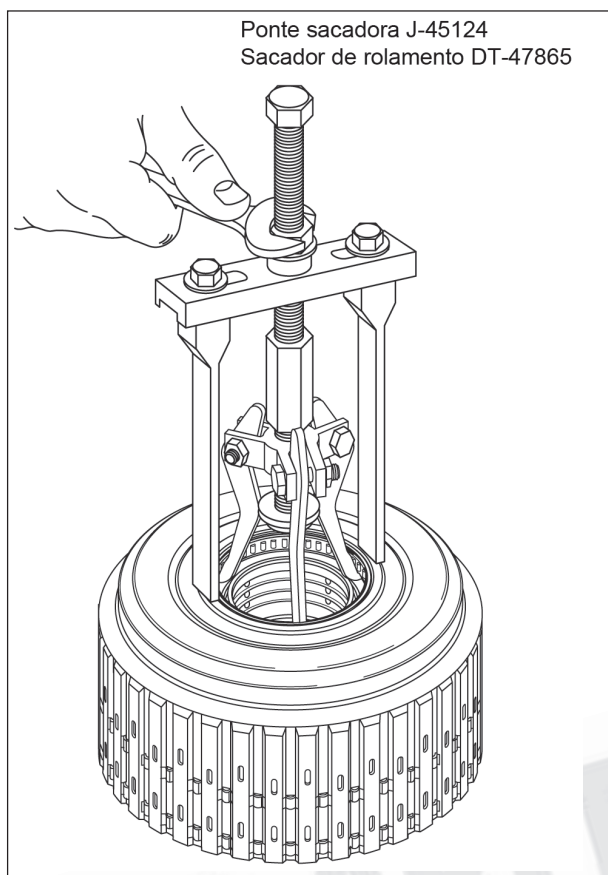
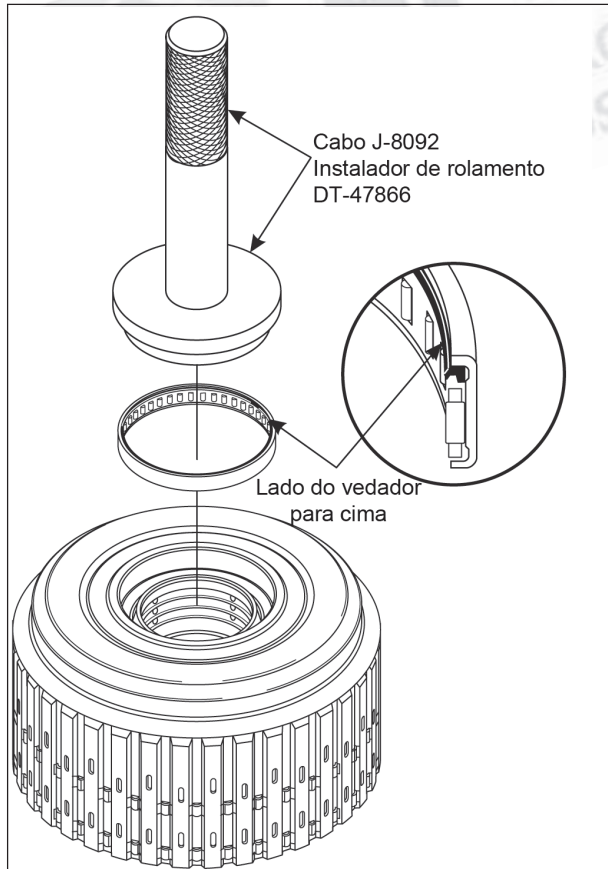

Figura 89
Figura 90
5. Remova e descarte o rolamento de agulhas com auxílio do sacador mostrado na figura 89. **Nota: A General Motors recomenda que este rolamento seja substituído em todas as reformas devido ao vedador incorporado ao mesmo. (veja figura 90)**
6. Instale um novo rolamento de agulhas, conforme mostra a figura 90, com o vedador voltado para cima.